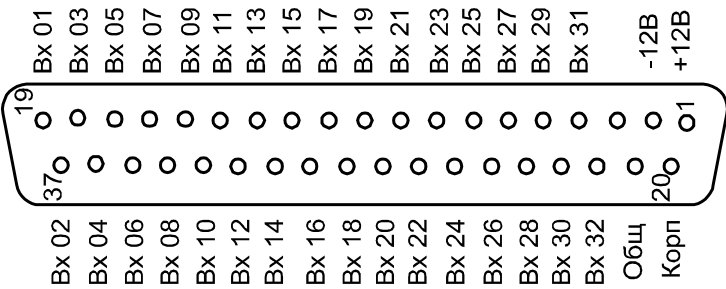
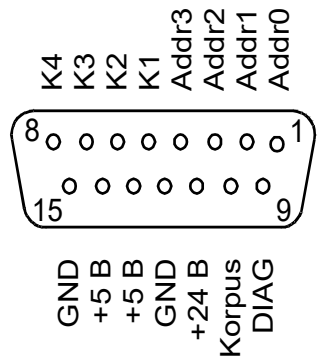

Рисунок 19: Назначение контактов разъёма аналоговых сигналов
Рисунок 20: Назначение контактов разъёмов подключения
- 6.3.2 Концентратор оснащён разъёмом аналоговых сигналов Х1 (рисунок 19), к которому подключается кабель от модуля преобразователей с аналоговым выходом и двумя разъёмами дискретных сигналов Х2, Х3 (рисунок 20), к которым подключаются блоки сбора дискретных сигналов БҚД-64 или БҚД-64-5В.